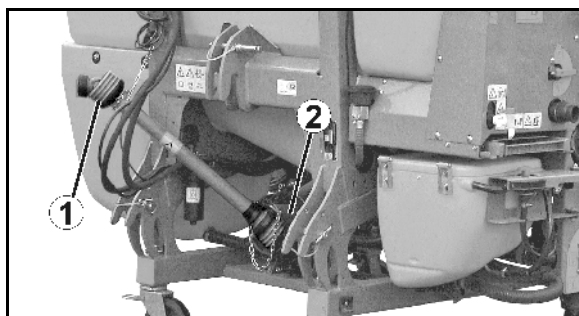

図 12
- 図 12/...
- (1) プロペラシャフト保護パーツ
- (2) 機械側の保護カバー